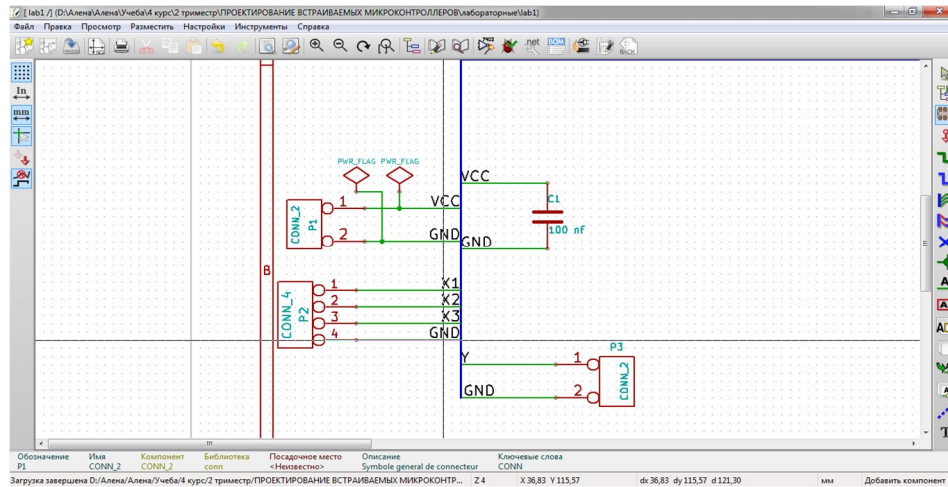

*Рисунок 4 – Розміщення компонентів на аркуші схеми*
18. Розмістіть всі компоненти на вашому аркуші схеми так, як показано на рис. 4.